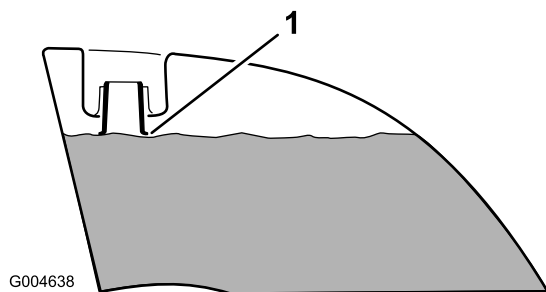

Figura 9
4. Añada combustible a ambos depósitos hasta que el nivel llegue al extremo inferior del cuello de llenado (Figura 9). No llene demasiado los depósitos.